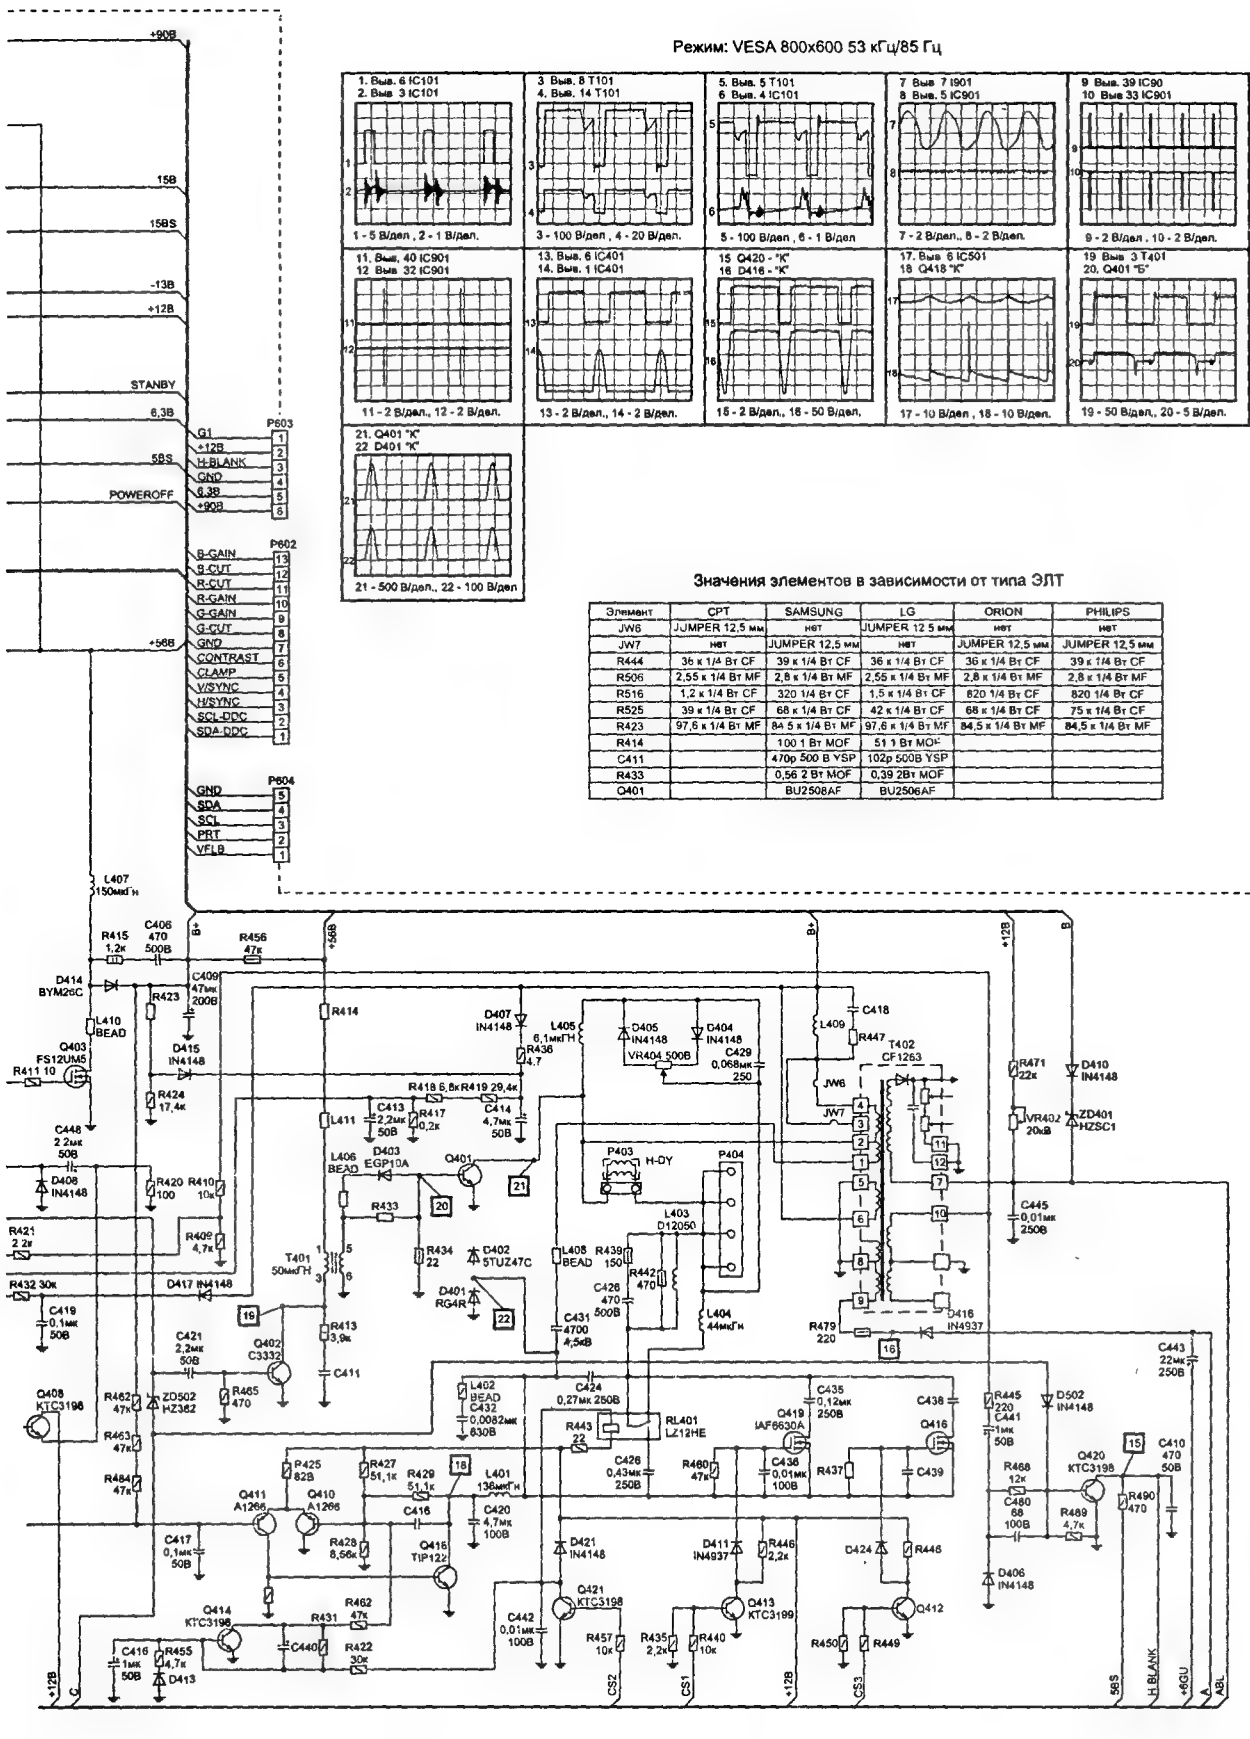
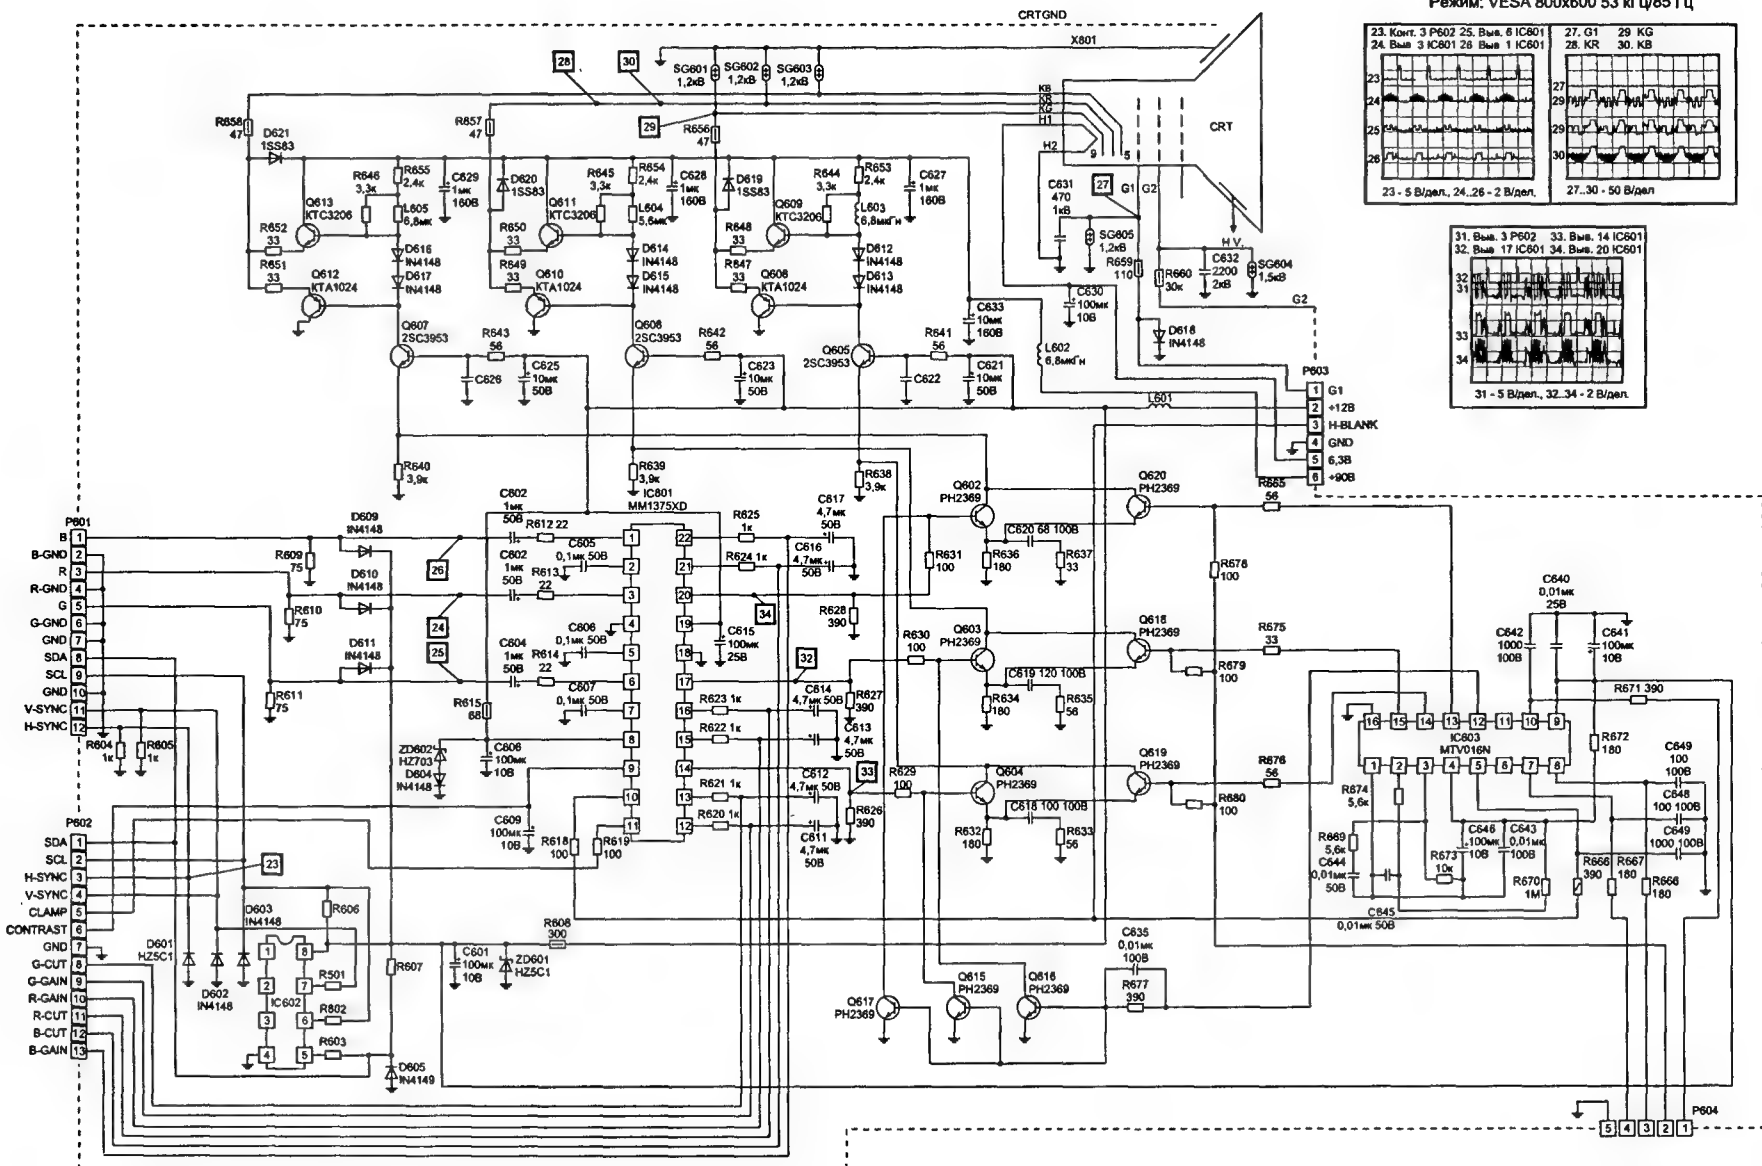

Рис. 11.1 (продолжение)
Рис. 11.2
Основа системы управления — МК IC901 фирмы Weltrend Semiconductor типа WT6018 (рис. 11.1). МК WT6018 входит в состав семейства WT60XX, которое разработано специально для мультчастотных мониторов. Он содержит 8-битный процессор, ПЗУ объемом 8 Кбайт, ОЗУ объемом 288 байт, таймер, два 4-битных АЦП и два интерфейса I2C. Его работа синхронизирует-
ся внутренним генератором, частота которого стабилизирована кварцевым резонатором X901 (8 МГц), подключенным к выв. 7 и 8 микросхемы. Для сброса всех узлов МК в исходное состояние используется схема сброса Q902, D901, D904, C914, формирующая импульс отрицательной полярности на выв. 4 МК после подачи на него питания. В зависимости от наличия синхросигналов и их частоты, поступающих на вход МК (выв. 39, 40), он формирует выходные аналоговые и цифровые сигналы управления ИП, синхропроцессором, видеопроцессором, схемами кадровой и строчной разверток. Для регулировки параметров изображения служит OSD. Меню включается и управляется кнопками KEY1—KEY4, расположенными на передней панели монитора. В составе МК имеются два цифровых интерфейса I2C. Первый интерфейс (выв. 12 и 13) МК использует для управления синхропроцессором IC401, видеопроцессором IC601 (рис. 11.2) и схемой OSD IC603. К этому же интерфейсу подключена микросхема энергонезависимой памяти IC902, в которой сохраняется информация о последних настройках параметров монитора. По второму интерфейсу (выв. 25 и 24) МК передает данные на компьютер для реализации стандарта Plug&Play.
Предварительный видеоусилитель тракта построен на микросхеме IC601 типа MM1375 (рис. 11.2). На ее входы (выв. 3, 6, 1) с конт. 3, 5, 1 соединителя P601 поступают видеосигналы основных цветов R, G, B. Сигнал фиксации уровней видеосигналов CLAMP формирует МК. Сигнал снимается с его выв. 33 и через конт. 5 соединителя P602 поступает на выв. 11 IC601. Регулировка усиления каждого канала IC601 и установка точек отсечки катодов кинескопа также выполняются МК. Эти сигналы снимаются с выв. 29—31 ((R, G, B)-GAIN) и с выв. 26—28 ((R, G, B)-
Синхропроцессор построен на основе микросхемы IC401 типа TDA4858 (рис. 11.1). Все параметры микросхемы регулируются по цифровой шине I2C (выв. 3, 4). Она имеет структуру, аналогичную синхропроцессору TDA4856 (см. описание в главе 9).
Она построена по двухкаскадной схеме (рис. 11.1). Импульсы запуска строчной развертки с выв. 31 IC401 поступают на предварительный каскад на транзисторе Q402, включенном по схеме с общим эмиттером. Каскад питается от вторичного канала +56 В ИП. Цепь C411, R413 демпфирует выбросы напряжения, возникающие при переключении транзистора Q402. Нагрузкой транзистора служит обмотка 1—3 трансформатора T401. С его вторичной обмотки импульсы запуска поступают на выходной каскад, выполненный по схеме двухстороннего электронного ключа с последовательным питанием на транзисторе Q401 и демпферных диодах D401, D402. Нагрузкой транзистора служат обмотка 1—4 трансформатора T402 и строчные катушки ОС Н-ДУ. Конденсаторы C431 и C432, подключенные параллельно строчным катушкам, определяют время обратного хода строчной развертки, а значит, и размер раstra по горизонтали.
Выходной каскад кадровой развертки выполнен на микросхеме IC501 типа TDA4866 (рис. 11.1). Микросхема содержит входной дифференциальный усилитель, выходной каскад, генератор импульсов обратного хода и схему защиты.
Особенность схемы в том, что если защита включается, то работоспособность монитора восстанавливается только после его выключения и включения сетевым выключателем. Детектор схемы защиты от рентгеновского излучения выполнен на элементах D407, R436, C414, R419, R418, C413 (рис. 11.1). Его вход подключен к обмотке 5—6 T402, а выход — к входу схемы защиты — выв. 2 IC401. В случае превышения заданного порога (31 В на выв. 6 T402) включается схема защиты от рентгеновского излучения, IC401 прекращает формирование строчных СИ, а значит, выключается схема выходного каскада строчной развертки и формирование высокого напряжения прекращается. Информация о том, что схема защиты включена, по цифровой шине поступает на МК, и он переключает монитор в режим «выключен».
4. Переменным резистором VR101 (рис. 11.1) устанавливают выходное напряжение 90 ±0,3 В.
4. Переменным резистором VR403 (рис. 11.1) устанавливают выходное напряжение 24,6 ±0,2 кВ.
Переменным резистором VR404 (рис. 11.2) смещают растр влево или вправо, добиваясь его совмещения с видимой областью экрана.
Подключают монитор к сети, включают выключатель S101 и проверяют наличие напряжения +320 В на стоке транзистора Q102. Если там 0 В, то отключают монитор от сети и омметром проверяют на обрыв элементы L101, F101, L105, S601, L107, L108, NTC101, D101, D107—D109, L109, L110, обмотку 1—5 T101. Если неисправен предохранитель F101, то перед его заменой проверяют омметром на короткое замыкание элементы сетевого фильтра, а также элементы D101, D107—D109, C112, C113, C116, D110, D111, Q102. Если +320 В есть на стоке Q102, то проверяют на обрыв R122. На выв. 7 IC101 должно быть +18...20 В, если оно отсутствует, проверяют следующие элементы: R117, R120, R121, ZD102, D102, C101, Q103, Q104, C106, D104, R140, D105, обмотку 2—7 T101. На выв. 6 IC101 должны быть импульсы положительной полярности (осц. 2 на рис. 11.1). Если их нет, проверяют наличие сигналов на выв. 3 и 4 IC101 (осц. 1 и 3 на рис. 11.1) и внешние элементы микросхемы. Если импульсы на выв. 6 IC101 есть, а на стоке Q102 (осц. 5 на рис. 11.1) отсутствуют, то проверяют элементы R652, R653, Q602.
Проверяют питание IC901 (+5 В на выв. 5). Если его нет, проверяют стабилизатор 5 В на элементах C211, IC202, Q201. Если +5 В есть, проверяют исправность резонатора X901 (осц. 7 на рис. 11.1), схему сброса Q902, D901, D904, C914. Если они исправны, методом замены проверяют энергонезависимую память IC902 и МК.
Проверяют напряжение +56 В на плюсовом выводе C204. Если его нет, проверяют элементы C202, C204, D204, L203, R204. Если +56 В есть, а выходное напряжение +В на стоке Q403 (+70...80 В) отсутствует, проверяют наличие ШИМ-сигнала на выв. 6 IC401 (осц. 15 на рис. 11.1) и работу преобразователя Q403, Q405—Q407. При отсутствии сигнала проверяют питание контроллера IC401 (+12 В на выв. 9), его внешние элементы, подключенные к выв. 3—6 микросхемы. Затем проверяют элементы цепи обратной связи: обмотку 5—6 T402, D417, C419, R432, VR403, R430, R438.
Если напряжение +В есть на коллекторе Q401, а сигнал (осц. 21 на рис. 11.1) отсутствует, переходят к проверке схемы строчной развертки. В первую очередь проверяют омметром на короткое замыкание и обрыв элементы Q401, Q402, D401, D402, N401. Затем проверяют наличие строчных импульсов запуска на выв. 7 IC401 и их прохождение по цепи C421, Q402 (осц. 17 на рис. 11.1), T401, Q401 (осц. 18 на рис. 11.1), Q511, T504, Q507. Если сигнал на коллекторе Q401 есть, но его форма не соответствует осц. 21 на рис. 11.1, проверяют омметром строчные катушки ОС, наличие контакта в соединителе P403
Проверяют наличие кадровых СИ на выв. 32 IC901 и их поступление на выв. 14 IC401 (осц. 12 на рис. 11.1). Если сигнала на выходе IC401 (выв. 12, 13) нет, проверяют конденсатор C427. Если он исправен, то заменяют IC401. Если пилообразные сигналы есть на входе IC501 (выв. 1, 2), а выходной сигнал микросхемы на выв. 6 (осц. 14 на рис. 11.1) отсутствует, проверяют питание микросхемы (+56 В на выв. 7 и +15 В на выв. 3), исправность кадровых катушек, наличие контакта в соединителе P403 и резисторов R505, R506. Если они исправны, заменяют IC501.
Проверяют наличие сигнала коррекции на выв. 11 IC401. Если его нет — заменяют микросхему. Если сигнал есть, проверяют усилитель Q411, Q418 (осц. 13 на рис. 11.1), исправность элементов C420 и L401.
Проверяют питание микросхемы IC601 (+12 В на выв. 19 и 0 В на выв. 4, 18). Если питание есть, проверяют наличие входных видеосигналов R, G и B на выв. 3, 6 и 1 IC603 (осц. 23—25 на рис. 11.2). При отсутствии сигналов проверяют интерфейсный кабель монитора и источник видеосигналов (компьютер). Затем проверяют выходные сигналы IC603 (выв. 17, 14 и 20) и их соответствие осц. 26—28 на рис. 11.2. Если сигналы на выходах IC603 отсутствуют, проверяют наличие сигналов H-BLANK на выв. 5 IC603 (осц. 19 на рис. 11.1), VFLB на выв. 10 IC IC603 и CONTRAST на выв. 16 IC603 (постоянное напряжение 3...4,5 В). При отсутствии одного из сигналов устраняют причину. Возможно, неисправна схема OSD IC603 и выходы IC602 заблокированы ключами Q615—Q617. В рабочем режиме на выв. 12 IC602 должен быть низкий уровень.
Если сигналы на выходах микросхемы есть, проверяют выходные видеоусилители (осц. 29, 30 и 31 на рис. 11.2). Если сигналов на катодах кинескопа нет, проверяют питание (+12 В и +90 В на конт. 5 и 6 P603) и исправность элементов, входящих в состав видеоусилителей.
В момент нажатия кнопки «MENU» (KEY1 на рис. 11.1) на передней панели монитора контролируют уменьшение напряжения от 5 до 0 В на выв. 15 IC901. Если этого нет, омметром проверяют исправность кнопки. Если напряжение на входе IC901 изменяется, проверяют наличие выходных сигналов микросхемы SCL (выв. 12) и SDA (выв. 13). Если сигналы есть и поступают на выв. 9 и 10 IC603, а видеосигналы OSD на выв. 15, 14 и 13 IC603 отсутствуют — заменяют микросхему. Если видеосигналы OSD есть, проверяют исправность транзисторов Q616—Q620.
***После включения монитор находится в дежурном режиме и не переключается в нормальный режим.*** Проверяют наличие кадровых и строчных СИ на конт. 11, 12 соединителя P601 и их прохождение на выв. 40 и 39 IC901 (осц. 11 и 9 на рис. 11.1). Если сигналы есть и МК исправен, на его выв. 19 должен быть сигнал низкого, а на выв. 20 — высокого уровня. Ключи Q208, Q202 и Q207, Q209 должны быть открыты. Если одно из условий не выполняется, проверяют цепи прохождения СИ и МК.